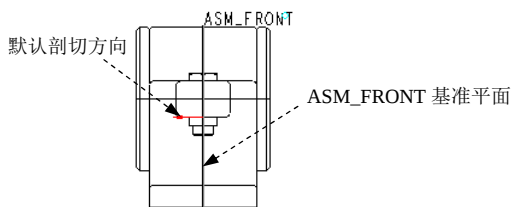

图 3.12.45 定义剖切方向
- (1) 双击左视图，系统弹出 “绘图视图” 对话框。
- (2) 选取 类别 区域中的 截面 选项，在 截面选项 区域中选中 2D 横截面 单选项，然后单击 按钮，在 名称 下拉列表框中选取剖面 B (B 剖面线在零件模型环境中已创建)；在 剖切区域 下拉列表框中选取 半倍 选项，在绘图区选取 “ASM_FRONT” 基准平面，此时视图如图 3.12.45 所示，单击绘图区 ASM_FRONT 基准平面右侧任一点使箭头指向右侧。